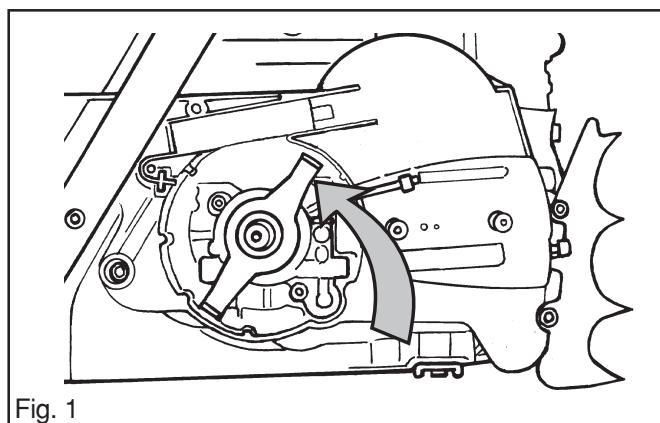

Fig. 1
3. Démontez le pignon. Voir la fig. 1.
- Unité de dosage, A dans la fig. 1.